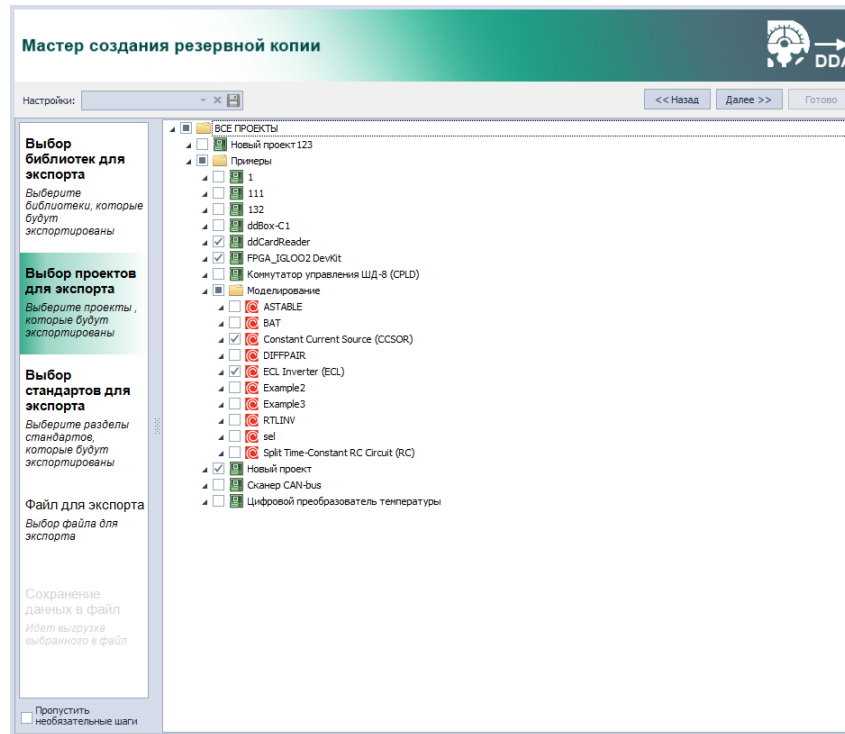

Рис. 73 Выбор проектов, которые будут добавлены в резервную копию
3. В окне мастера выберите проекты, которые будут добавлены в создаваемую резервную копию, и нажмите кнопку «Далее», см. Рис. 73.